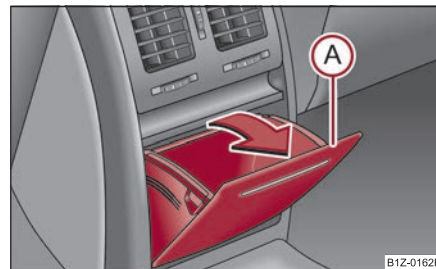

Fig. 128 Consola central trasera: Portaobjetos
- Abra el compartimento guardaobjetos tirando del borde superior del mismo (A) en el sentido de la flecha ⇒ página 105, fig. 128.